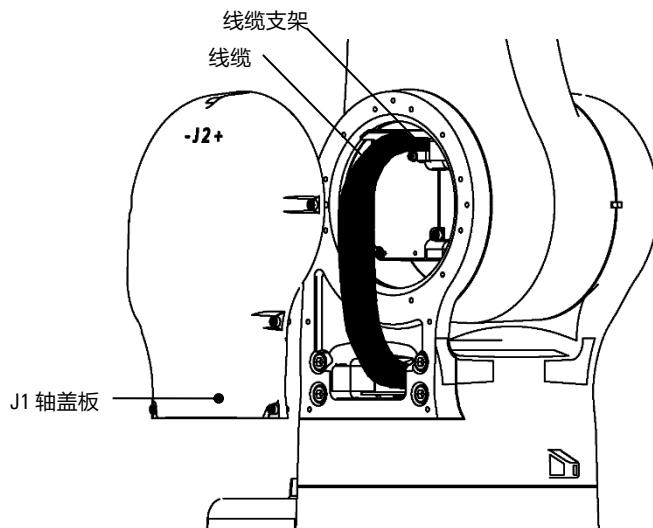

图 9-2 J1 轴本体内部线缆检修
- 步骤1.** 拆卸 J1 轴本体盖板, 如图 9-2 所示。